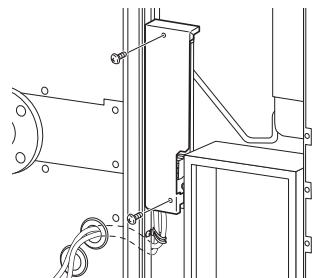

図 25
- ⑥ 端子台ボックスのカバーを取り付けてください。固定したカバーに各種配線が接触したり、配線を挟み込むことのないようにご確認ください。（図 25）